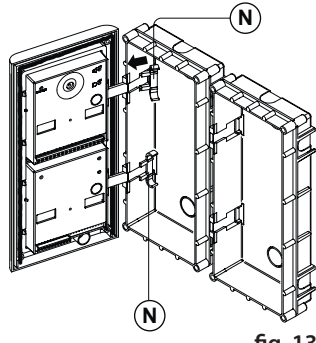

fig. 13
2. Continue from step 4 of surface mounting instructions, but at step 7 hook the hinge locks **(N)** as shown on **Fig. 13**.
2. Continuer du pas 4 de l'installation de surface, mais au pas 7 accrocher les butées des charnières (N) comme illustré sur la Fig. 13.